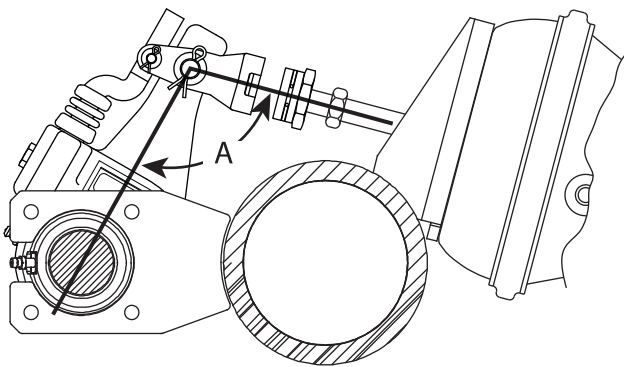

图 9. 适当的活动间隙安装角度
12. 使用 Bendix 安装工具检查安装角度。要获得 5.5 英寸的活动间隙，角度应在 98 到 111 度之间。要获得 6 英寸的活动间隙，角度应在 90 到 109 度之间（图 9）。